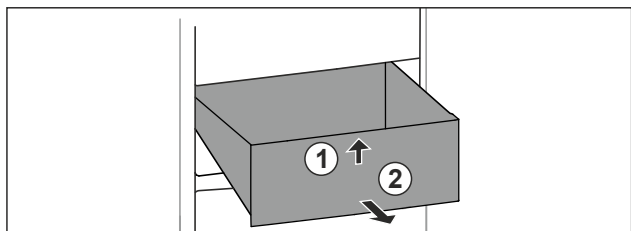

Fig. 77
- ▶ Приподнимите выдвижной ящик спереди. Fig. 77 (1)
- ▶ Извлеките выдвижной ящик движением вперед. Fig. 77 (2)